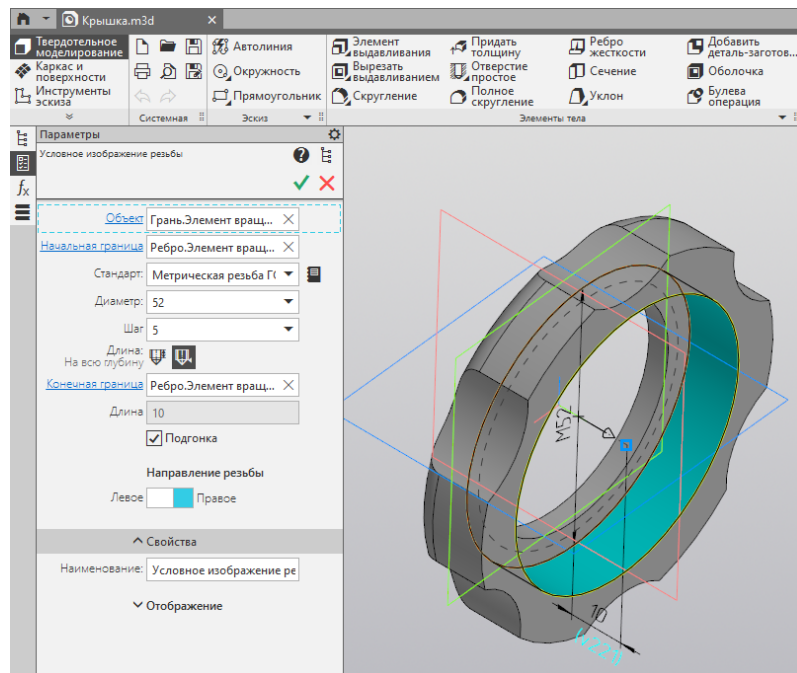

Рисунок 9 – Настройка параметров резьбы
1.8 Внутри поверхности большого цилиндра крышки обозначьте резьбу командой «Условное изображение резьбы»  с параметрами (рис. 9): стандарт «Метрическая резьба ГОСТ 24705-2004 (ISO 72461993)», диаметр 52 мм, шаг 5 мм, длина «На всю глубину». Результат обозначения резьбы показан на рисунке 10.